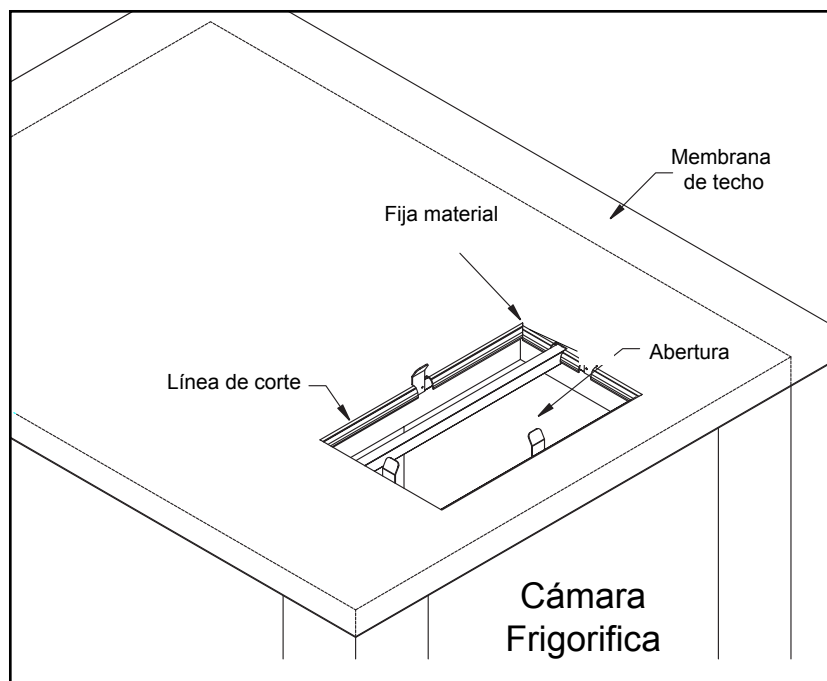

Figura 2
5. Retire el ensamble de la claraboya y taladre cuatro orificios de 9/16" (12 mm.) de diámetro a través de los dos ángulos superiores de la sección de la unidad de condensación. Taladre completamente a través de la pared de acceso e inserte las varillas de nylon enroscadas de 1/2" (12 mm.). Asegure con las arandelas planas y las tuercas provistas. Consulte la Figura 2.
3. Coloque el material de membrana de techo sobre las secciones de techos y cuadro portador, dejando una saliente de aproximadamente seis pulgadas (15 cm) en los cuatro lados de la cámara. Usando un cuchillo para uso general, haga un agujero en la membrana de techo de aproximadamente 1-1/2" (3,8 cm) desde el borde del cuadro portador de la abertura. (El agujero resultante en la membrana será menor que la abertura del techo). Doble las solapas de 1-1/2" (3,8 cm) de la membrana en la abertura, formando una muesca en la membrana alrededor de los localizadores y divisor. Use tornillos metálicos, masilla o pegamento, etc. para fijar el material de membrana de techo al interior del cuadro portador del marco. Vea la figura 2.